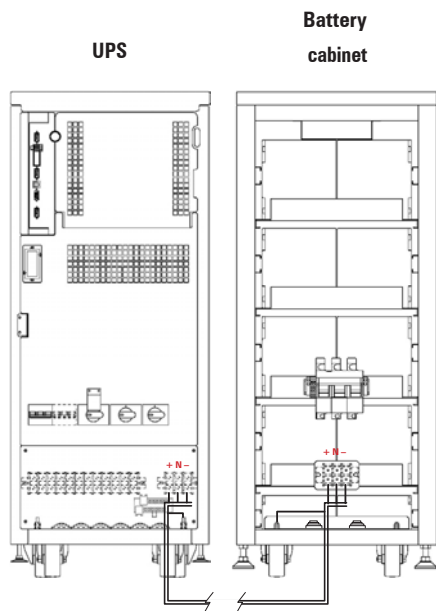

Fig. 33. Ligação entre o UPS eo compartimento da bateria.
- A ligação do armário da bateria com um UPS com uma potência superior a 20 kVA (LV) / 40 kVA (HV) ou para os modelos B1, será feita com o feixe de cabos fornecido, ligando um lado aos terminais (X11), (X23) e (X12) do no-break eo outro para os terminais (X47), (X49) e (X48) do módulo da bateria, respeitando sempre a polaridade declarada na rotulagem de cada elemento e este manual, assim como a cor do Os cabos (vermelho para positivo, preto para negativo, azul para a torneira do meio (N) e verde-amarelo para ligação à terra), ver Fig. 33.